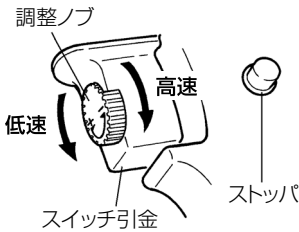

図 4
- (3) 調整ノブは高速でお使いになるときは右へ、低速でお使いになるときは左に回してください。(図 4)